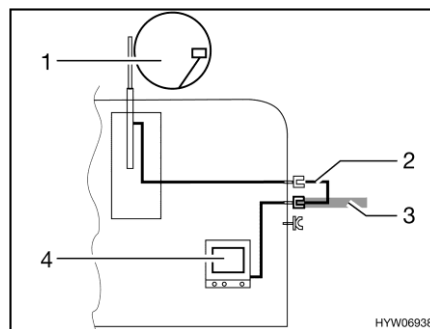

Fig. 196 TV nel veicolo
- TV nel veicolo (Fig. 196,4): Collegamento all'antenna del tetto (Fig. 196,1) con cavo di collegamento (Fig. 196,2)
- TV nel veicolo (Fig. 196,4): Collegamento a antenna esterna (Fig. 196,3)